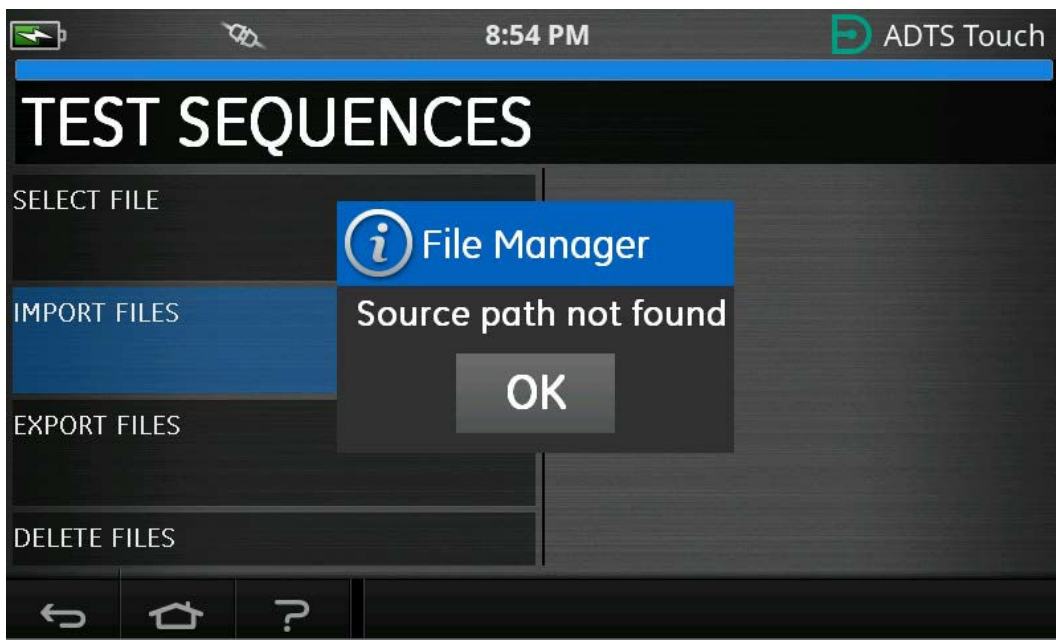

Abbildung 3-41: Fehlermeldung Dateien importieren
7. Die Fehlermeldung in Abbildung 3-41 wird angezeigt, wenn sich keine Prüfsequenzdateien auf dem USB-Gerät befinden.